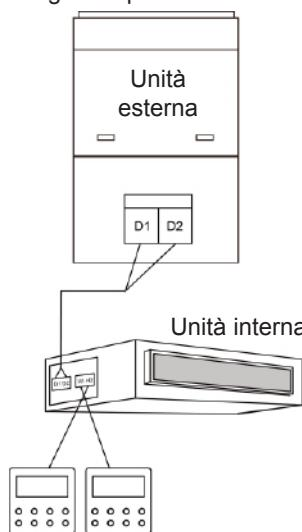

Fig. 3.5 Due comandi a filo controllano un'unica unità interna
- (1) Quando il comando controlla diverse unità interne contemporaneamente, esso può collegarsi a qualsiasi unità interna appartenente alla stessa serie. Le unità interne controllate dal comando non possono essere più di 16 e devono far parte della stessa rete. Mediante il telecomando bisogna impostare la quantità di unità interne da controllare. Si veda il paragrafo 3.2.3 Impostazione dei parametri.
- (2) Quando due comandi via cavo controllano un'unica unità interna, i comandi dovranno avere indirizzi diversi. Si veda il paragrafo 3.2.3 Impostazione dei parametri.
- (3) Quando due comandi controllano diverse unità interne, essi possono collegarsi a qualsiasi unità interna appartenente alla stessa serie. Gli indirizzi dei due comandi via cavo dovranno essere diversi. Si veda il paragrafo 3.2.3 Impostazione dei parametri. Le unità interne controllate dal comando non possono essere più di 16 e devono far parte della stessa rete. Mediante il telecomando bisogna impostare la quantità di unità interne da controllare. Si veda il paragrafo 3.2.3 Impostazione dei parametri.
- (4) Quando uno (o due) comandi controllano diverse unità interne contemporaneamente, le unità devono essere impostate allo stesso modo.
- (5) Il tipo di collegamento tra il comando e la rete dell'unità interna deve essere del tipo di uno dei collegamenti mostrati nelle figure 3.4-3.7. Per il collegamento mostrato nelle figure 3.5 e 3.7 deve esserci solo un comando master (indirizzo 01) e un comando slave (indirizzo 02). La quantità di comandi via cavo non può essere maggiore di due.